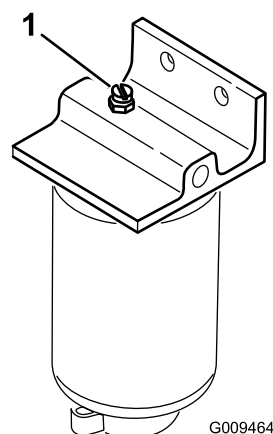

図 41
3. 燃料タンクのキャップの周囲をきれいに拭く（図 41）。